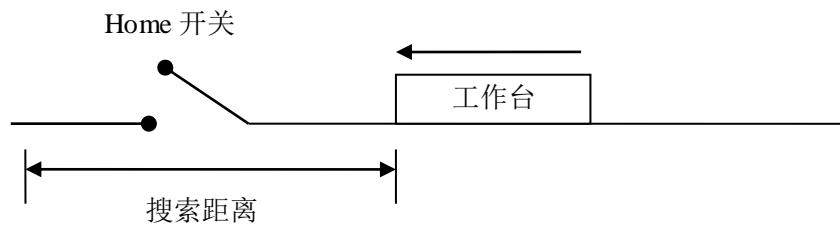

图 8-1 Home 回原点示意图 1
- (1) 首先启动 Home 捕获。令工作台（轴）向原点（Home）开关方向运动（点位运动模式）。搜索距离就是在这个距离以内，工作台肯定可以运动到原点开关处。如图 8-1 所示。应该注意，不要让轴跑过原点开关位置时才启动 Home 捕获，这样自然会捕获失败。